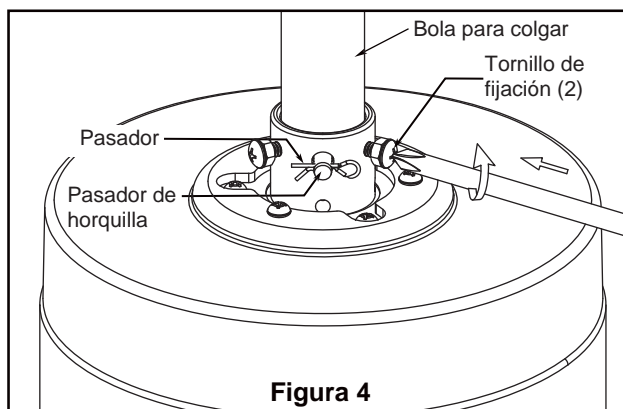

Figura 4
4. Enrosque el soporte de la varilla y alinee los orificios de la clavija de horquilla en ambas piezas. Instale la clavija de horquilla y asegúrela con la pinza de horquilla. Fije los dos tornillos de presión y las tuercas de seguridad en el soporte de la varilla interior. (Figura 4)
4. Levante cuidadosamente el ventilador y coloque el ensamble de la bola para colgar/varilla en la abrazadera para colgar que acaba de fijar a la caja de salida. Asegúrese de que la ranura de la bola esté alineada con la lengüeta de la abrazadera para colgar. (Figura 4)
5. Fije el cable de seguridad al cable de soporte para techo. Deslice la abrazadera de cables por el cable de seguridad (del ventilador). Pase el extremo del cable a través del aro que forma el cable de soporte para techo. Tire lo más posible del cable a través del aro. Inserte el extremo del cable en el orificio de la abrazadera y ajuste firmemente el tornillo. (Figura 4)
Instale la cubierta del cable del kit de iluminación en la ensamble de la placa de iluminación usando los tornillos extraídos en paso 3 y fije bien los tres tornillos. (Figura 4)